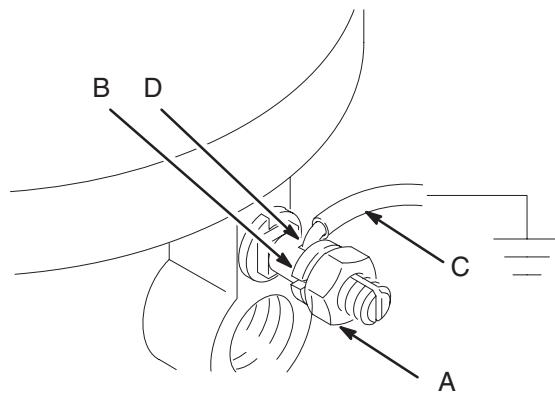

Fig. 1 0720
- Pumpe:* Bruk en jordledning og en klemme, slik som vist i Fig. 1. Løsne låsemutteren (A) og skiven (B) på jordingstappen. Bruk en jordledning (C) som er minst 1,5 mm² i diameter, og stikk den ene enden inn i slissen i tappen (D). Trekk låsemutteren godt til. Koble ledningens andre ende til en god jordforbindelse.